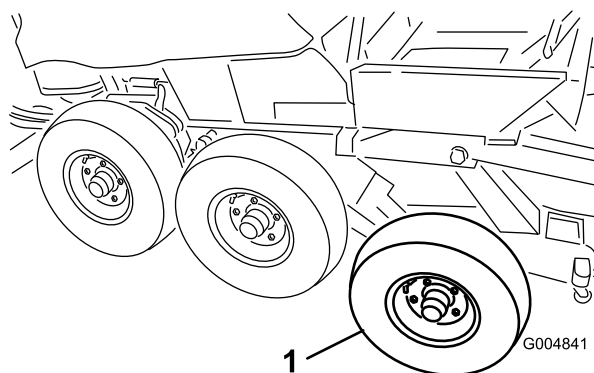

Рисунок 52
20. Снимите передние и средние колеса с зимнего узла (Рисунок 52).